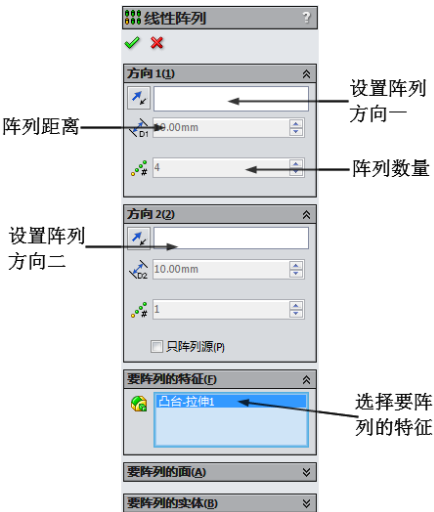

图 4-2 “线性阵列”属性管理器
- 2. 从“线性阵列”属性管理器（如图 4-2 所示）中得出线性阵列的可控参数如下：